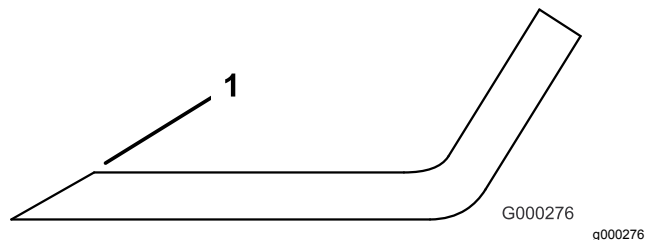

Figure 119
3. Examinez les tranchants de toutes les lames et aigüisez-les s'ils sont émoussés ou ébréchés (Figure 119).
Remarque: N'aigüisez que le haut du tranchant et conservez l'angle de coupe d'origine pour obtenir une coupe nette (Figure 119). Limez la même quantité de métal sur chacun des deux tranchants pour ne pas déséquilibrer la lame.